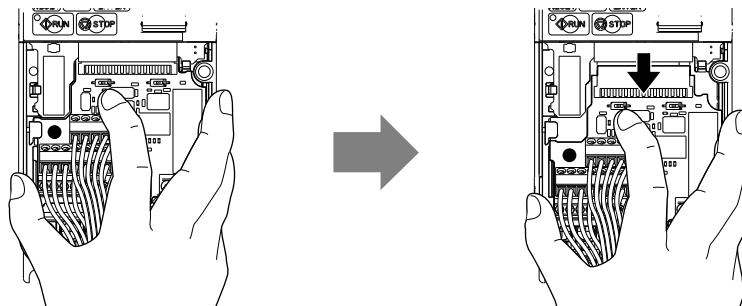

Abb. 7.7 Ausbau des Klemmenboards
4. Während Sie den Arretierstift (Schritt 3) nach unten gedrückt halten, schieben Sie das austauschbare Klemmenboard in Pfeilrichtung (**Abb. 7.7**).